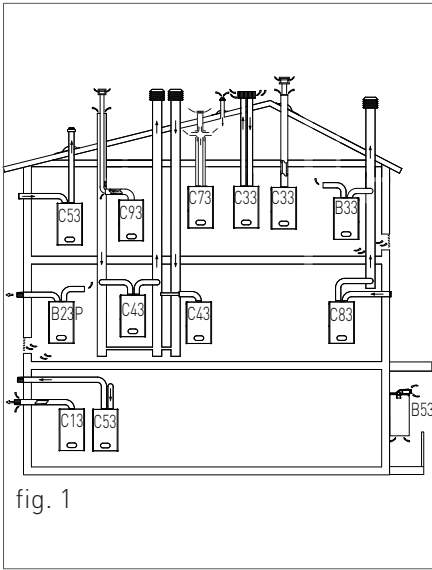

fig. 1
- › Nel caso di installazione di condotto fumi verticale, inserire un sifone raccogli condensa alla base del condotto collegato alla rete fognaria dell'abitazione (fig. 1).
Per questo tipo di caldaia sono disponibili le seguenti configurazioni di scarico dei fumi: B23, B23p, B33, B53, C13, C33, C43, C53, C63, C73, C83 e C93 (vedi Fig. 1).